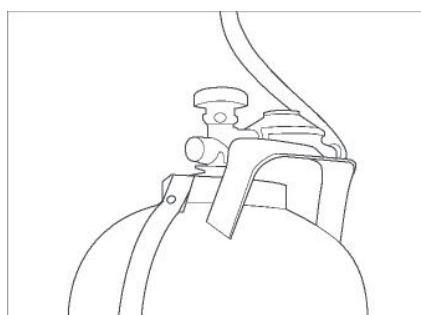

Bild 36 Gasflasche im Standbetrieb
- Druckregler von der Gasflasche abmontieren und sicher verstauen (Bild 36).